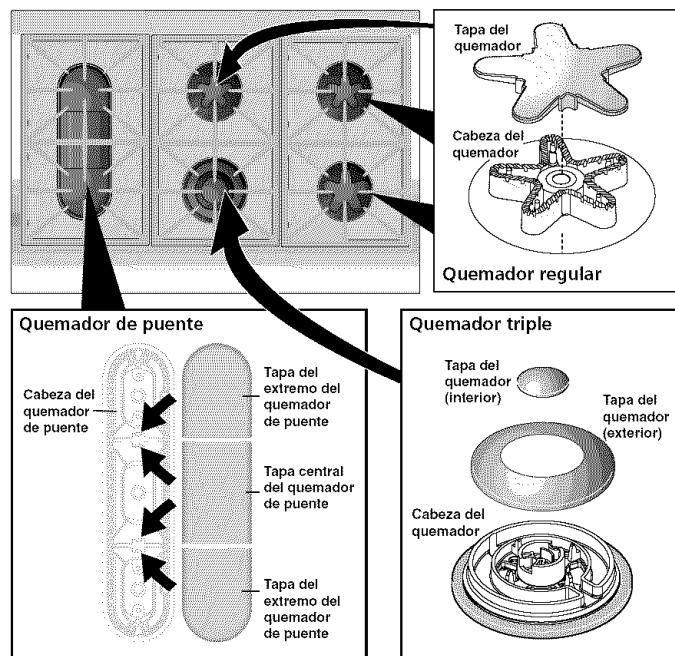

Figura 11
Esta estufa esta equipada con quemadores sellados como se muestra más abajo (Figura 11). **Todas las piezas están en su lugar. Tome nota en donde están.** Quite todo el material de protección localizado bajo la cabeza del quemador de puente. **NOTA:** No hace falta ningún ajuste de quemador en esta estufa.
5. Ajuste bajo "LOW" para la válvula de quemador de superficie puente o Triple (vea Figura 11 y 13) (algunos modelos)